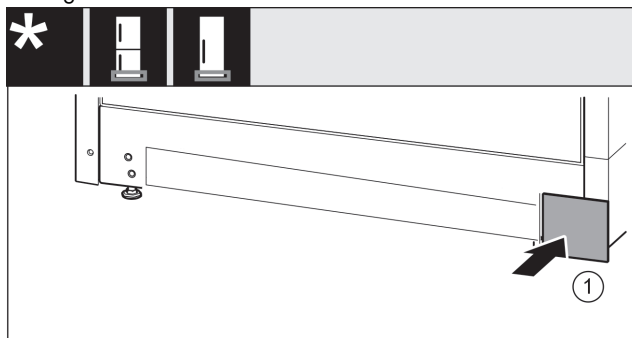

Fig. 33
- ▶ Ponovno natakните poklopac Fig. 33 (1) na drugu stranu.